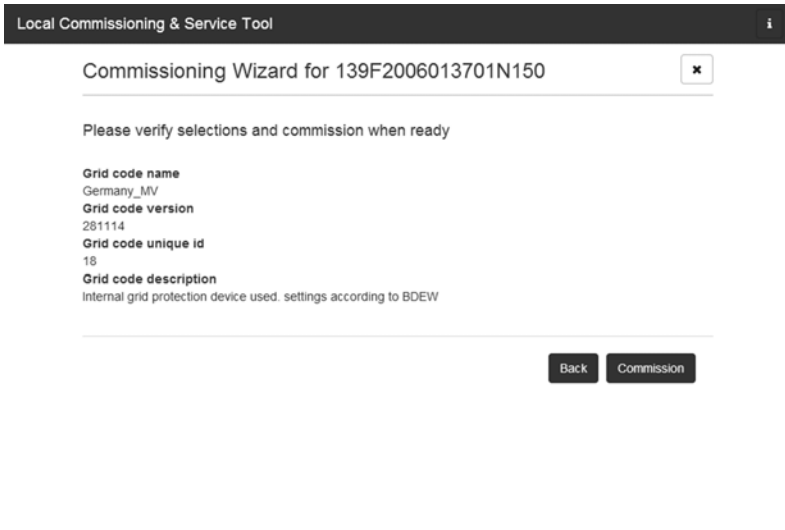

Imagen 5.7. LCS-Tool: confirmación de país y código de red
9. La LCS-Tool solicita una confirmación del país y el código de red seleccionados. Consulte la imagen 5.7. Utilice el botón **[Back]** y la posibilidad de cambiar los ajustes en las ventanas anteriores para realizar cambios en la configuración.